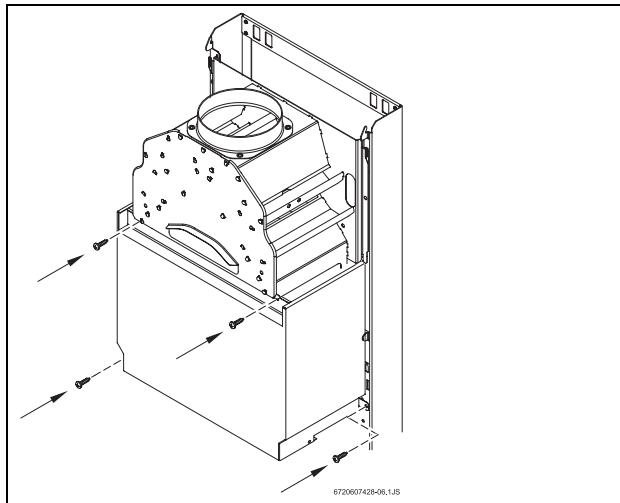

Fig. 26 Couvercle de protection
- ▶ Retirer le couvercle de protection en ouvrant les 4 clips qui le fixent (Fig. 26).